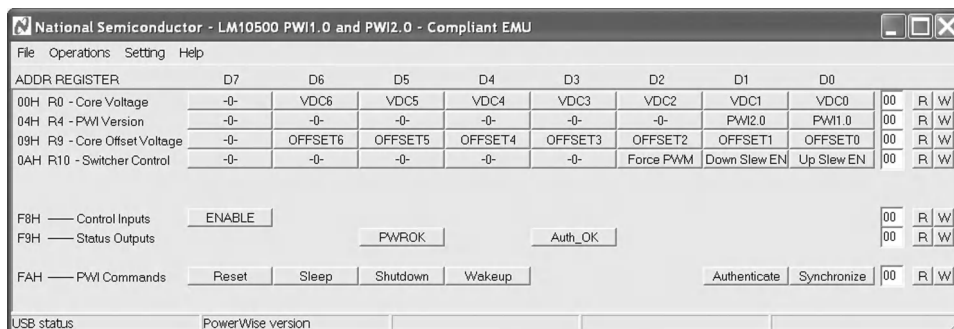

图 9-1. 用户的 LM10500 评估板 GUI
提供了用户 GUI 以通过 USB 连接控制 LM10500 评估板。LM10500 的 GUI 如图 9-1 所示。它与 PWI1.0 和 PWI2.0 兼容。GUI 支持 PWI1.0 和 PWI2.0 地址 0。LM10500 器件支持 PWI1.0 和 PWI2.0 地址 0、1、2 和 3。GUI 可以读写 LM10500 寄存器以控制和监视输出电压和运行模式。GUI 还可以通过生成 PWI 命令来启用、复位 LM10500，以及控制睡眠、唤醒、关机和复位等运行状态。LM10500 的所有 AVS 功能都可以通过 GUI 轻松测试。
2. 从 PC 双击“Evaluation.exe”运行 GUI，其中“Evaluation.ini”和“usb1ptio.dll”在同一文件夹中。GUI 的默认状态如图 9-1 所示。